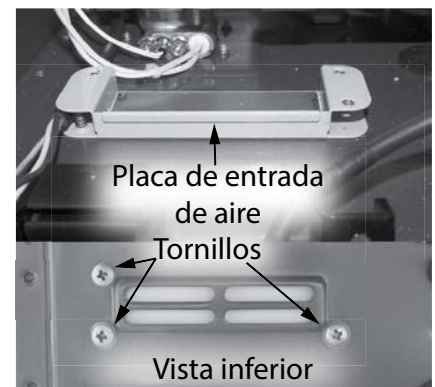

Figura 231 - Ubiqúe la placa de entrada de aire.
18 Ubiqúe los tres (3) tornillos que fijan la placa de entrada de aire al gabinete del calentador de agua. Use un destornillador Phillips para retirar los tornillos. Deje los tornillos a un lado en un lugar seguro para volver a instalarlos. Consulte la Figura 231. Observe la orientación de la placa cuando la retire y devuélvala en esa orientación cuando la vuelva a instalar.